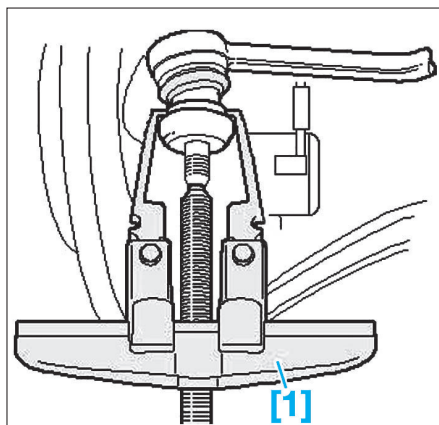

Fig. 11
• Avec l'aide de l'outil [1], désaccoupler la rotule de direction (Fig.11).